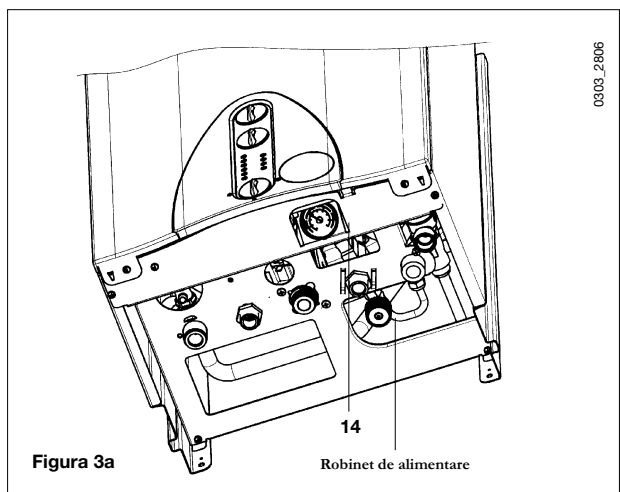
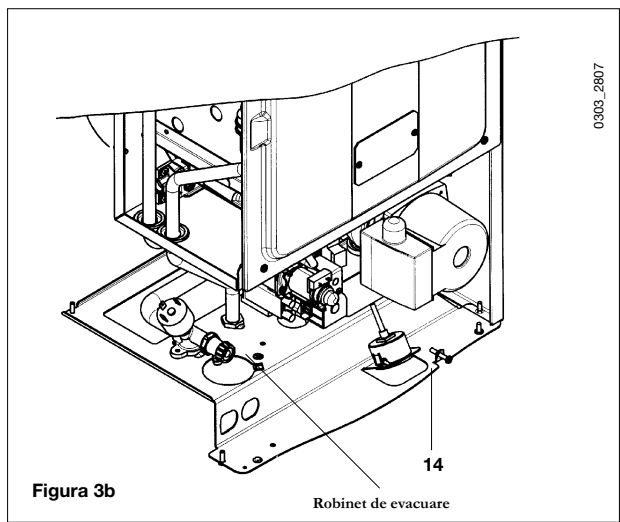

Figura 3a
Figura 3b
Important: Verificați periodic ca nivelul presiunii, indicată pe manometrul (14), când instalația este răcită, să fie de 0,7 - 1,5 bar. În caz de suprapresiune, deschideți robinetul de evacuare al centralei (figura 3b). În caz de presiune joasă deschideți robinetul de alimentare al centralei (figura 3a).